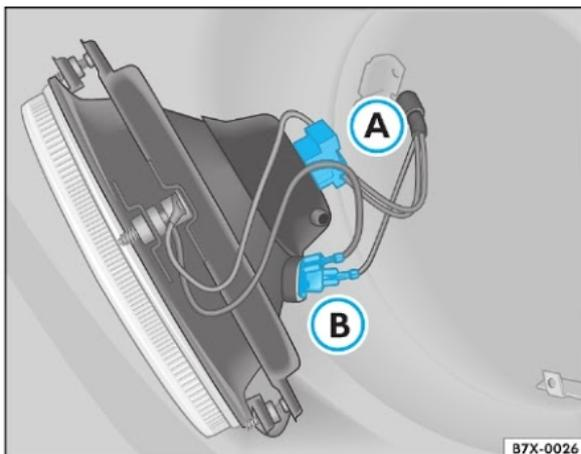

Fig. 85 Acesso à lâmpada do farol alto / baixo
- Retire a tomada tripla Ⓐ ⇒ fig. 85 e a borracha protetora para acesso ao conjunto lâmpada. ▶
- Fixe a tomada tripla (A) ⇒ fig. 85.